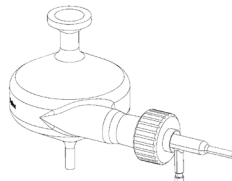

Abbildung 2. Installation des Zerstäubers
- 2 Setzen Sie den Zerstäuber vollständig in den drehmomentgesteuerten Adapter ein und fixieren Sie ihn, indem Sie den Zerstäuberadapter vorsichtig im Uhrzeigersinn drehen, bis Sie ein Klicken hören (Abb. 2).